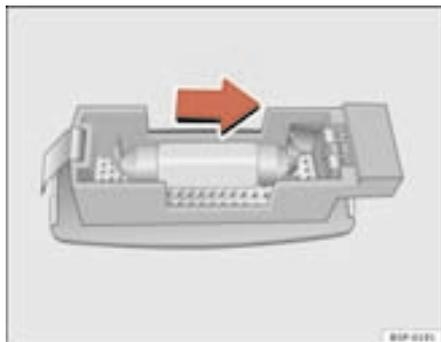

Fig. 176 Desmontagem da luz da pala do sol
- Retire a luz com cuidado, utilizando a parte plana da chave de fendas, tal como indica a figura ⇒ fig. 176.
- Retire a lâmpada, movendo-a no sentido da seta e para fora ⇒ fig. 176.